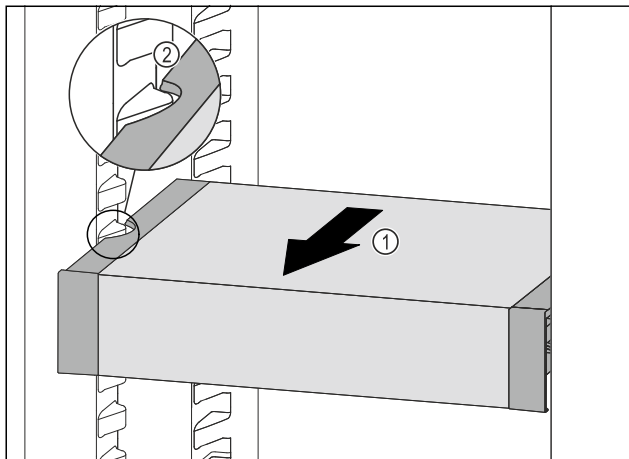

Fig. 108
- ▶ Потягнути VarioSafe вперед Fig. 108 (1), поки бокові заглиблення VarioSafe не опиняться на рівні ребра для ємності в охолоджувальному відділенні. Fig. 108 (2)